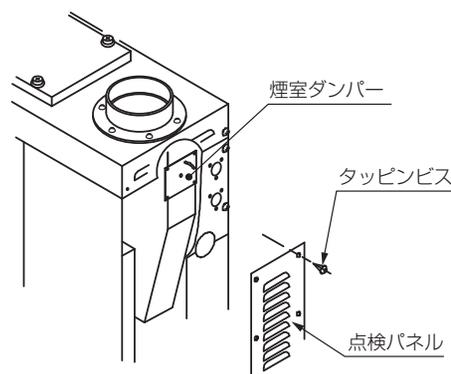

図1
⑫ 煙室ダンパーの調整
- ①本体後面の点検パネルを外します。煙室上部に煙室ダンパーがあることを確認してください(図1)。